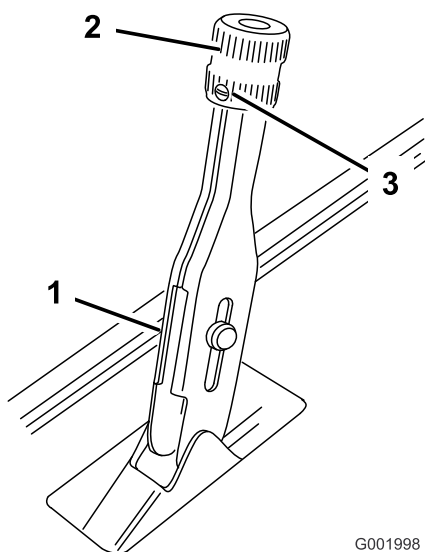

Figura 60
- Afloje el tornillo de fijación que sujeta el pomo a la palanca del freno de estacionamiento (Figura 60).